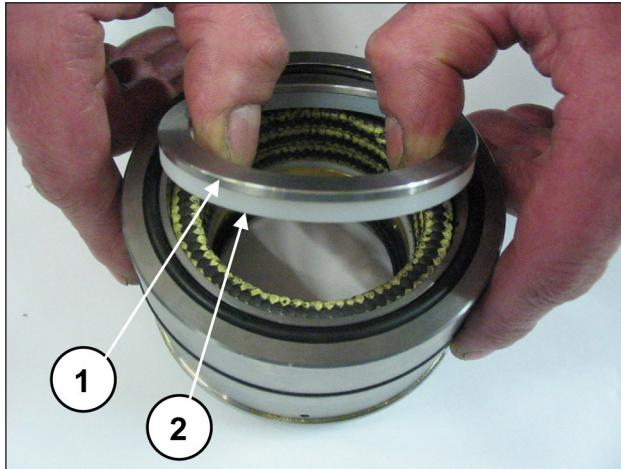
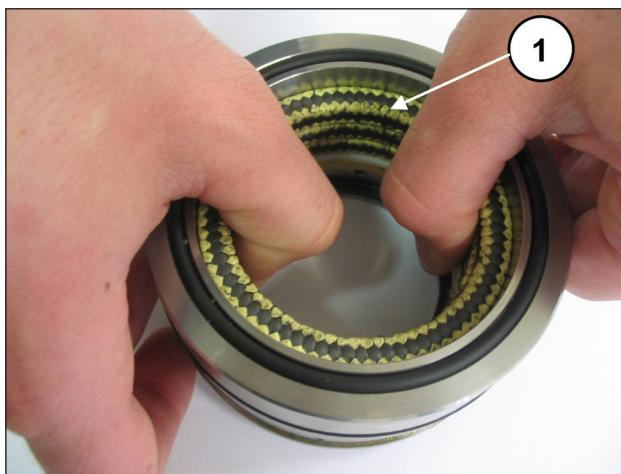

Fig. 161
Fig. 162
Separare il supporto guarnizioni dalla camicia, togliere l'anello per molla e l'anello raschiatore (pos. ①②, Fig. 161) per accedere alle guarnizioni di pressione (pos. ①, Fig. 162).